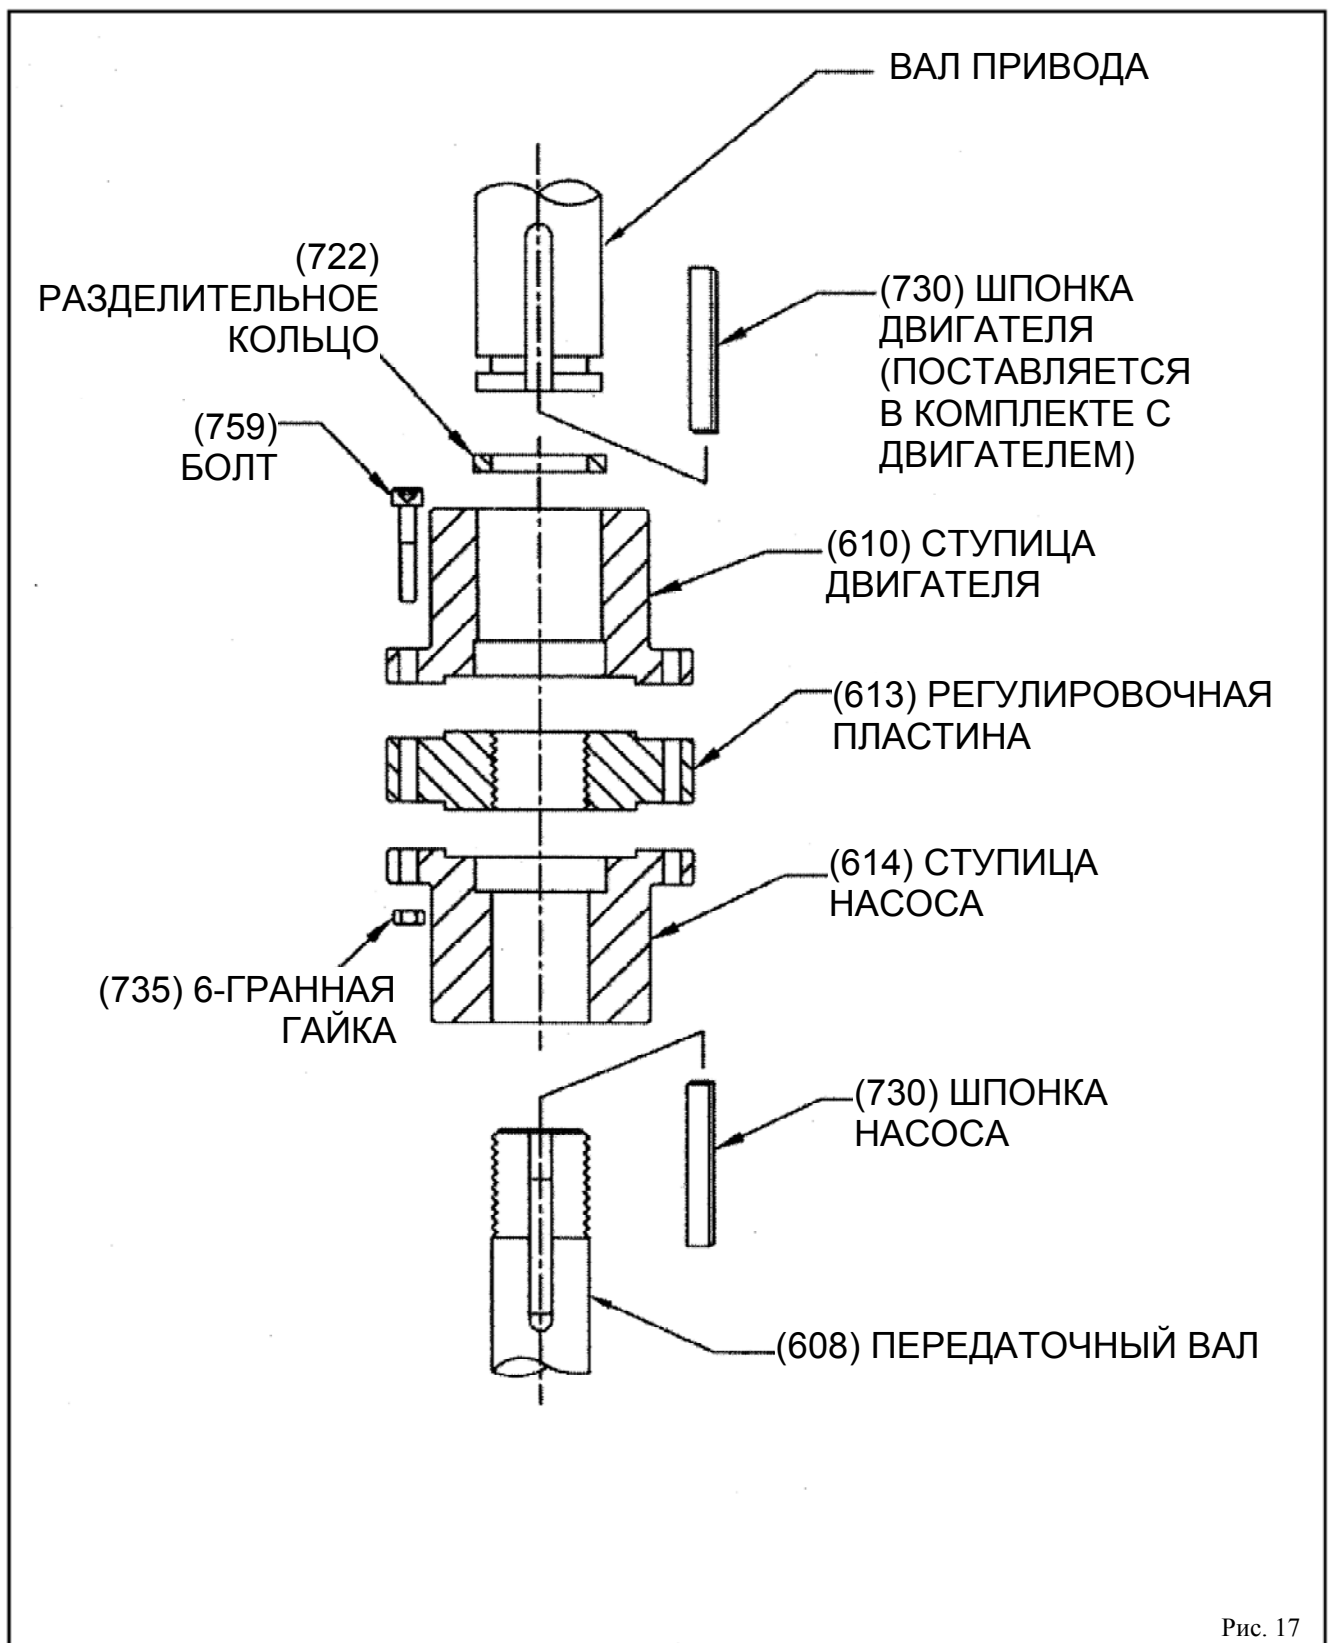

Рис. 17
Соединение между карданным валом и валом нагнетательного патрубка может быть неразделительного типа (см. рис. 17) или разделительного типа (см. рис. 18). Последнее используется на насосах, поставляемых с механическим уплотнением, что позволяет проводить обслуживание сальника без удаления привода.
## УСТАНОВКА МУФТ (рис. 17 и 18)
- Муфта между передаточным валом и валом насоса может быть неразделительного типа (см. рис. 17) или разделительного типа (см. рис. 18). Последняя используется на насосах, поставляемых с механическим уплотнением, что позволяет проводить обслуживание уплотнения, не поднимая механизм.